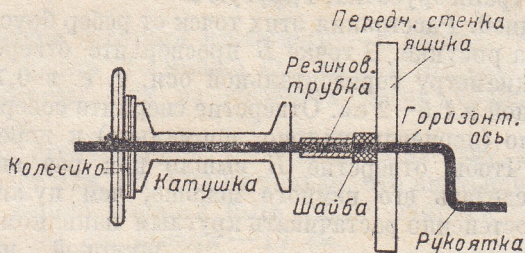

Рис. 48. Колесико и катушка на горизонтальной оси.
4. Для изготовления колесика и катушки (рис. 48) вырежьте из картона несколько кружочков $D=8$ см. В середине каждого кружочка сделайте отверстие $D=0,7$ см. Кружочков нарежьте столько, чтобы они, плотно сжатые и склеенные, образовали колесико толщиной около 0,5—0,7 см.